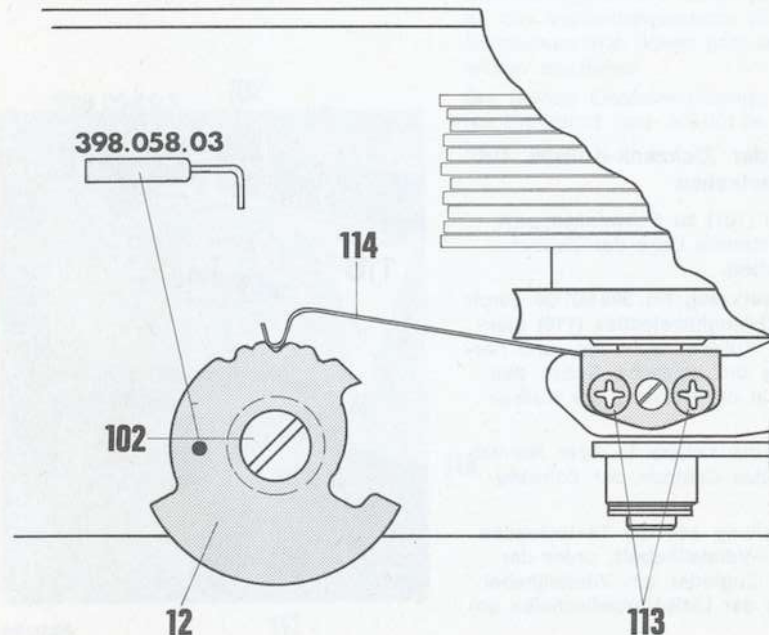

Abb. 13
LMR-Verstellscheibe mit Einstellwerkzeug No. 398 058 03 in der M-Lage durch das Loch in der Verstellscheibe und im Ständer zentrieren (Abb. 13). Die beiden Befestigungsschrauben (113) der LMR-Arretierfeder (114) lösen, die Arretierfeder in